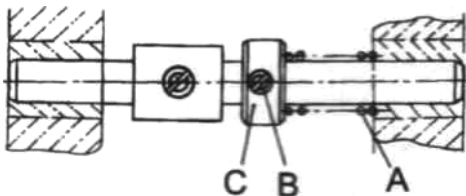

Рис. 14
Бічний тиск стаціонарного та рухомого ножа активується за допомогою пружини (A, рис.14). Відгвинчування гвинта (B) у кільці (C) збільшує або знижує тиск. Закрутіть гвинт (B).